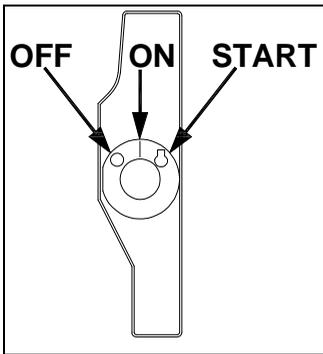

Fig. 10
- Dans la version à moteur 24 HP à démarrage électrique, introduire les clés dans le tableau de démarrage et tourner la clé, d'abord sur "1" pour mettre sous tension, puis sur "Start" pour faire démarrer (Fig. 10).